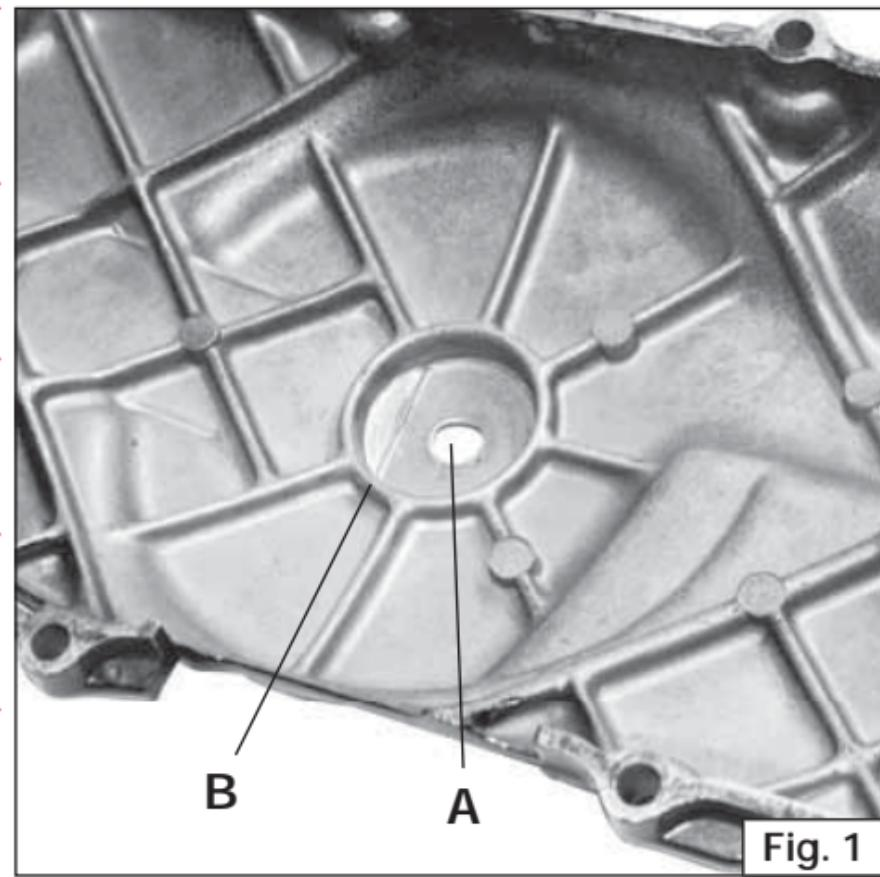

Fig. 1
- 12) First of all check if the gasket C fig. 2 is in perfect condition and then fit the cover of the final gearbox, fig. 1. Otherwise, if the gasket paste is supplied, re-use it to create the new gasket. If the gasket is not perfect, check if the wheel turns smoothly without excessive effort.
- 12) Den Deckel des Untersetzungsgetriebegehäuses montieren, fig. 1. Anschließend den einwandfreien Zustand der Abdichtung C fig. 2 überprüfen oder falls die Dichtungspaste vorhanden ist, eine
pasta per guarnizioni per creare la nuova guarnizione. Qualora la guarnizione non sia perfetta sostituirla con una nuova originale. Serrare le viti indicate in fig. 1 con una coppia di serraggio di 12Nm. Controllare che la ruota ruoti liberamente senza sforzo per verificare il corretto montaggio.
- 12) Monter le couvercle du boîtier de réduction finale, **fig. 1**, après avoir contrôlé que le joint C, **fig. 2**, est parfaitement intact; ou, s'il y a de la pâte pour joints, ré-utiliser cette pâte pour créer le nouveau joint. Si le joint n'est pas en parfait état, le remplacer avec un autre joint d'origine. Serrer les vis indiquées en **fig. 1** à un couple de serrage de 12Nm. Pour vérifier que le montage est correct, contrôler que la roue tourne librement et sans efforts.
- 12) neue Dichtung vorsehen. Falls die Abdichtung in irgend einer Weise Mängel aufweist, diese mit einer neuen Original-Abdichtung ersetzen. Die Schrauben wie in Abb.1 angegeben mit einem Anzugsmoment von 12 Nm anziehen. Danach kontrollieren, dass die Räder mühelos frei laufen, was auf eine ordnungsgemäße Montage schließen lässt.
- 12) Montar la tapa de la caja de reducción final, **fig. 1**, después de haber controlado la perfecta integridad de la junta C **fig. 2**, o si se encuentra la pasta para juntas, utilizarla para crear la junta nueva. Si la junta no estuviese perfecta sustituirla con una nueva original. Ajustar los tornillos indicados en la **fig. 1** con un par de cierre de 12Nm. Controlar que la rueda gire libremente sin esfuerzo para verificar el correcto montaje.
- Praticare un foro Ø 10 mm sul carter originale (**Fig. 1 – part. A**) centrando rispetto alla sede (**Fig. 1 – part.B**)
- Drill a Ø 10 mm hole in the original crankcase cover (**Fig. 1 – part. A**) centring the hole in the recess as shown (**Fig. 1 – part.B**)
- Forer un trou de 10mm sur le carter d'origine (**Fig. 1 – part. A**) en le centrant par rapport au support (**Fig. 1 – part. B**)
- Die Variatorabdeckung muss wie auf Bild 1 (**Abb. 1 – Pos. A**) zu sehen, mit einem Ø10mm Bohrer, zentral durchbohrt werden.
- Hacer un orificio de diámetro 10 mm en el cárter original (**Fig. 1 – part. A**) centrando respecto al alojamiento (**Fig.1 – part.B**).